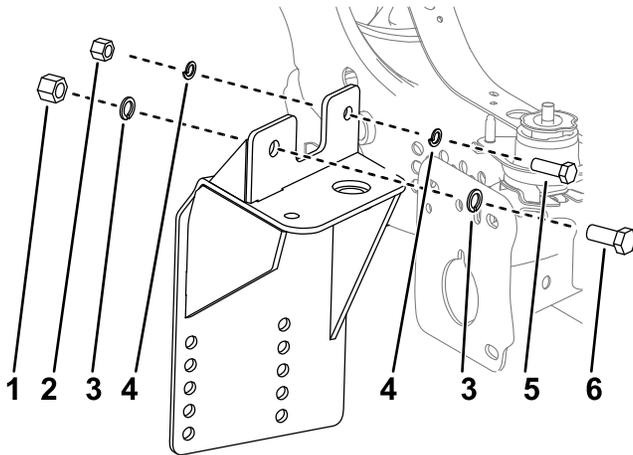

Bild 2
6. Befestigen Sie die Vorderseite der Seitenplatten locker am Fahrzeugrahmen, wie in **Bild 2** dargestellt.